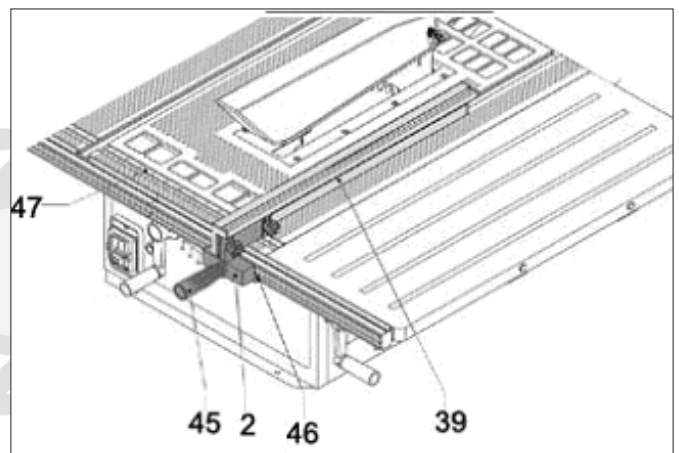

Abbildung 12
Schieben Sie den Handgriff in die quer verlaufende Schiene am Ende der Säge, und spannen Sie den Parallelanschlag fest, indem Sie am Handgriff (2) wie in Abbildung 12 gezeigt drehen.